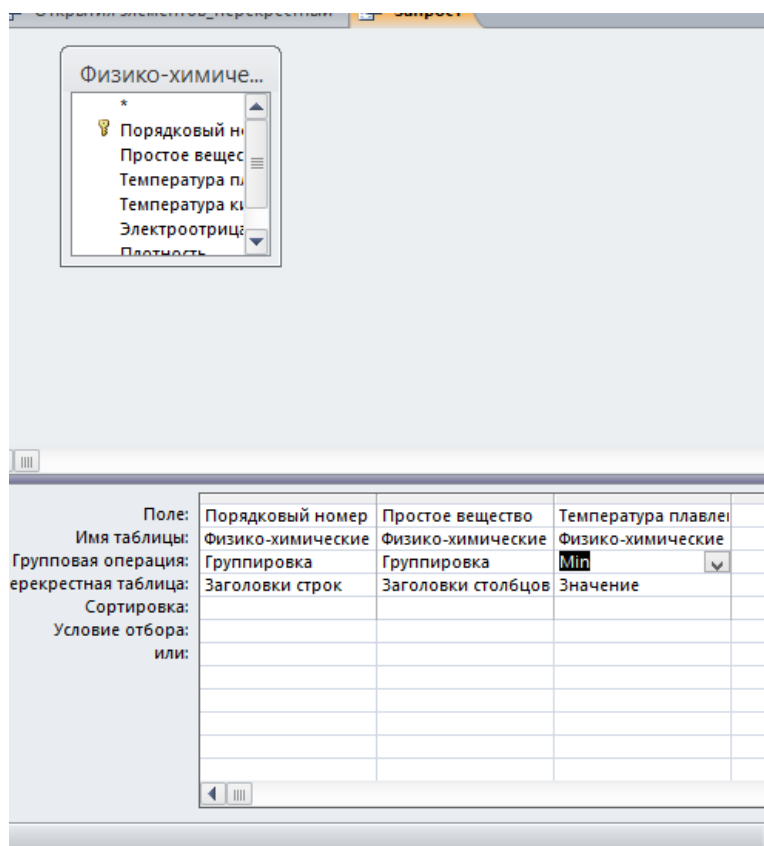

Рисунок 82 – Окно конструктора запросов
12. В строке *Перекрестная таблица* для поля сводных значений выберите *Значение* (рисунок 82).